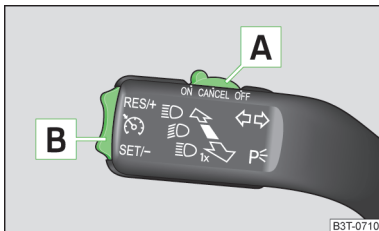

Fig. 151
➤ Ponga el conmutador **A** » fig. 151 a la posición **ON**.
➤ Ponga el conmutador **A** » fig. 151 a la posición **OFF**.
- Presione el balancín **B** a la posición **SET/-** » fig. 151 de la página 169.
➤ Presione el balancín **B** a la posición **RES/+** » fig. 151 de la página 169.
La velocidad memorizada se puede reducir presionando el balancín **B** en la posición **SET/-** » fig. 151 de la página 169.
El sistema regulador de la velocidad también se **desconecta temporalmente**, pulsando el interruptor **A** » fig. 151 de la página 169 en la posición de suspensión elástica **CANCEL** o bien el pedal de freno o de embrague.